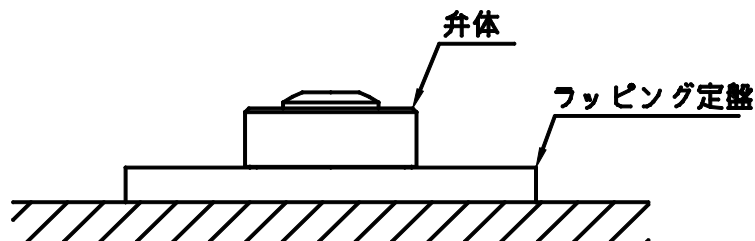

図14 弁体摺り合せ
- (1) 水平にしたテーブル上にラッピング定盤を固定する。
- (2) コンパウンド#600(ラッピングオイルでよく練られたもの)をラッピング定盤に薄く均一に、塗布し、図14のようにラッピング定盤上に弁体を置き軽く押えて摺り合わせを行う。